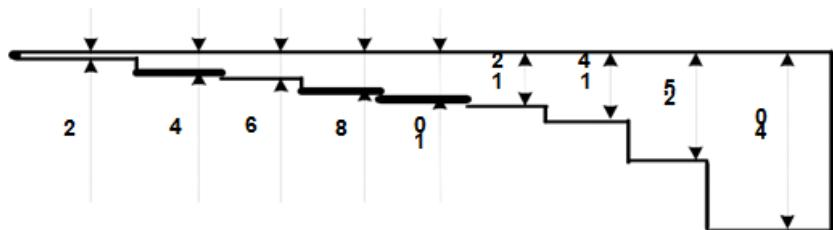

Рисунок 4.2 - Комбинированный образец для определения глубины фокуса
4.2.2 Глубину фокуса определяют экспериментально на плоскопараллельных образцах с различными толщиными. Можно использовать для этих целей один комбинированный образец (рис. 4.2).